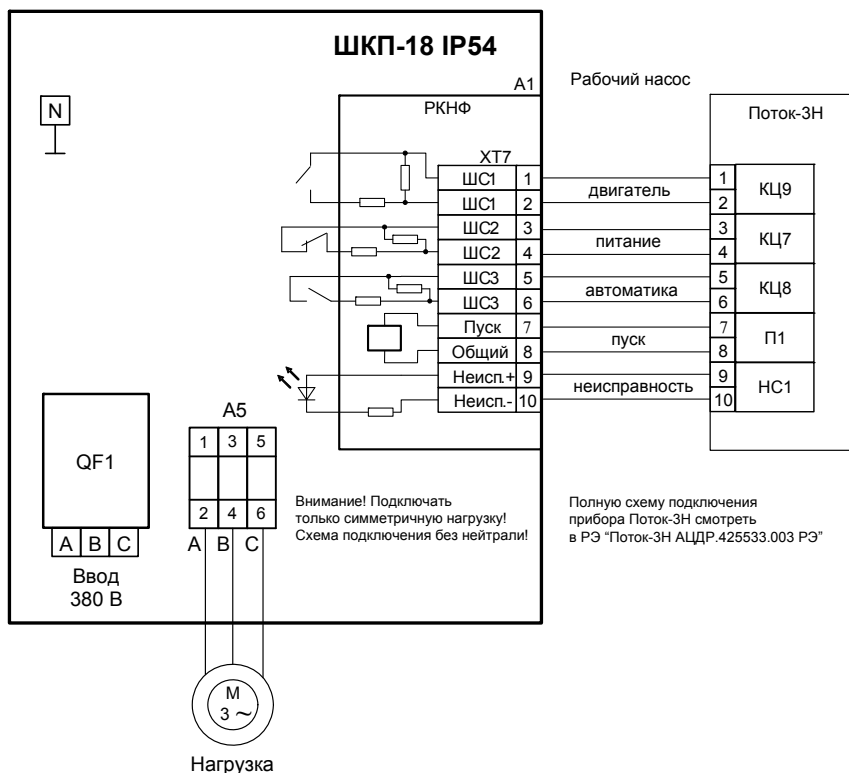

Рисунок 2. Схема электрическая подключения шкафа при эксплуатации «ШКП-18 IP54» АЦДР.425412.005-02 IP54 ЭТ Изм.0 АЦДР.5330-14 от 19.05.2014
- 3) подключить к шкафу провода питающего сетевого напряжения, цепей нагрузки и контроля состояния согласно схеме электрической рис. 2;